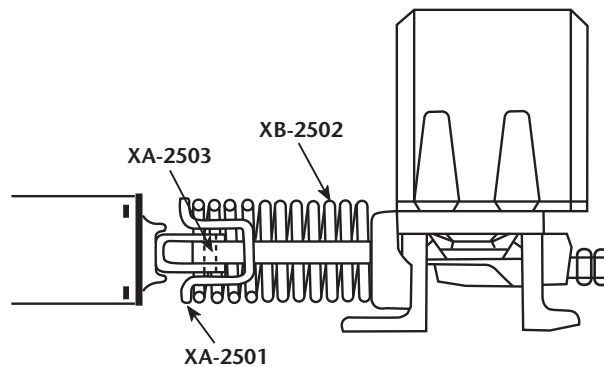

FIGURA 2
5. Afloje con cuidado el compresor de resorte para que el pasador quede capturado por el retén de resorte (vea la **Figura 2**).